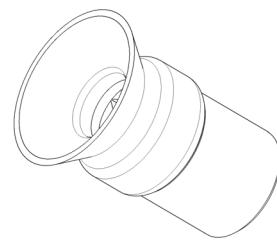
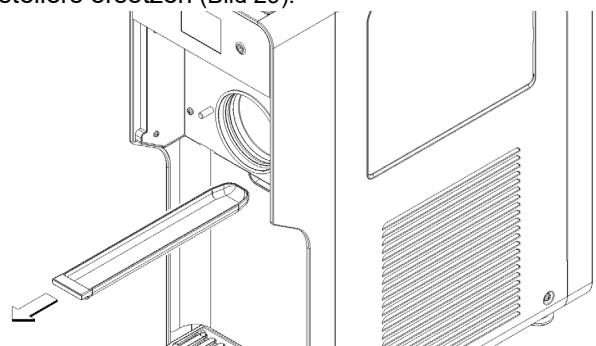

Bild 29
Bild 30
ersetzen. (Bild 29)
- 3 Wöchentlich:** Das Vorhandensein eventueller Undichtigkeiten prüfen, indem man die spezielle Platte herauszieht (Bild 30). Eventuell sicherstellen, dass die dichtung der abstreiferkupplung nicht abgenutzt ist. sollte dies der fall sein, sie durch ein originalersatzteil des herstellers ersetzen (Bild 29).
- ersetzen. (Bild 29)